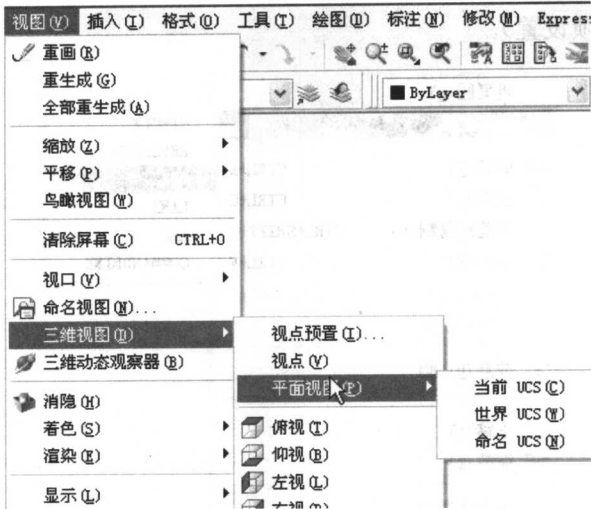

图 1-3 “视图”菜单的操作
(2) 菜单栏 AutoCAD 的菜单栏和其他 Windows 应用程序非常类似, 单击主菜单即可弹出其相应的菜单项, 菜单项下面还可能有子菜单, 子菜单下可能还有下一级子菜单, 这样就构成了树状结构, 选择相应的选项即可执行或启动该命令。AutoCAD 的菜单栏由“文件”、“编辑”、“视图”、“插入”、“格式”、“工具”、“绘图”、“标注”、“修改”、“Express”“窗口”、“帮助”菜单组成。这些菜单包括了 AutoCAD 中的全部功能和命令, 如图 1-3 所示为“视图”菜单的操作。